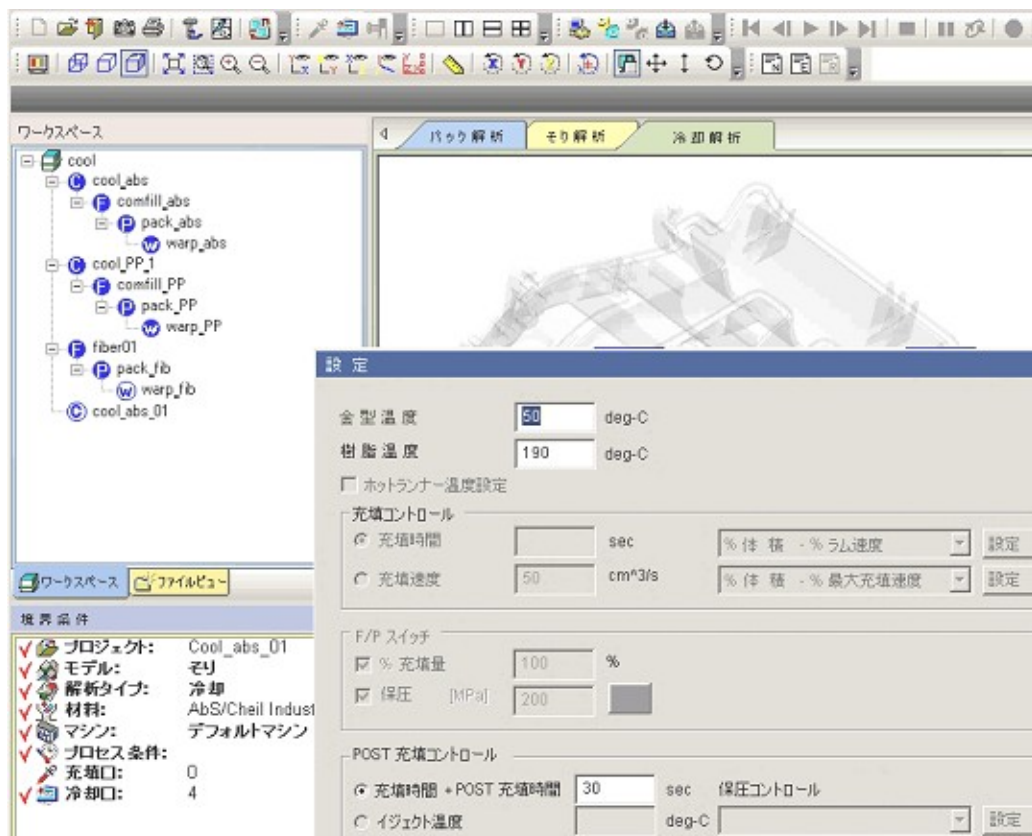

図3 日本語ユーザーインターフェース例
- プリ処理を独立させることにより、解析モデリングと解析処理を同時に使用することができる。また、ポスト処理は、ライセンスフリーの機能を提供しているので、クライアントサイトでのプレゼンテーションが容易にできるメリットがある。図3は、日本語ユーザーインターフェースの例である。